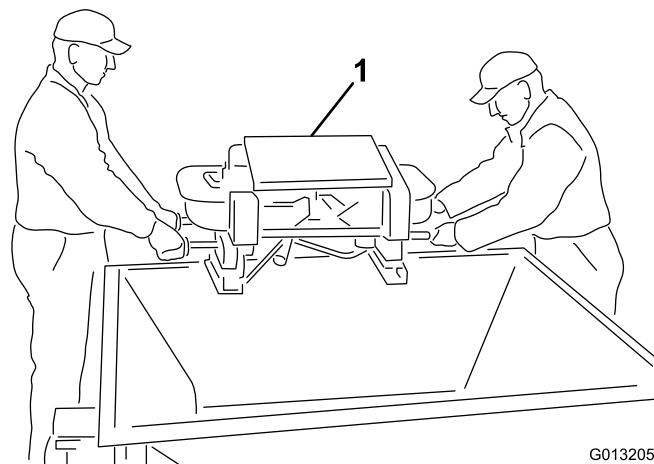

图5
4. 使用双甩盘外部的握柄将双甩盘从料斗中提出并放到地面上 图5